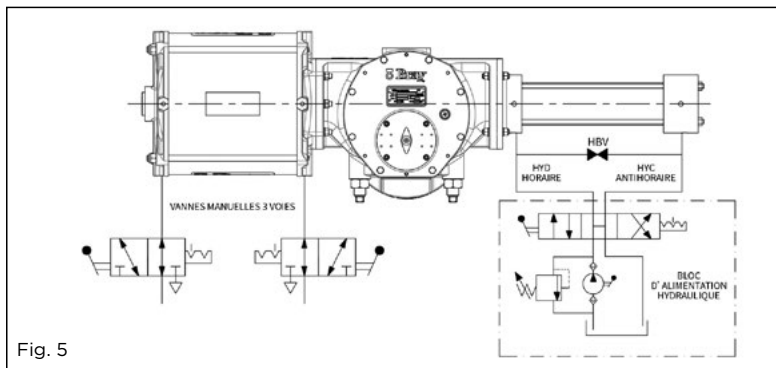

Fig. 5
- Installez les vannes à trois voies, conçues pour une pression de travail de 10.3 bar (150 psi), sur les ports du cylindre pneumatique (voir Fig. 5) et mettez-les en position de ventilation.
- Raccordez les orifices du vérin hydraulique aux orifices de la vanne de régulation, sur l'unité de pompe hydraulique manuelle. (Voir Fig. 5) Remplissez le réservoir avec du liquide hydraulique propre, jusqu'à environ 1 à 2 pouces à partir du haut. Remettez en place le bouchon de remplissage avec reniflard.